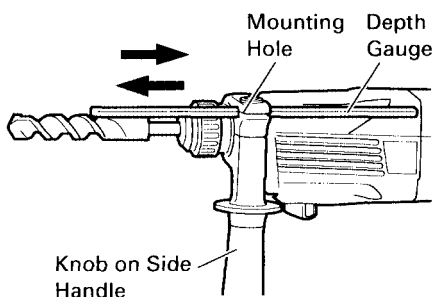

Fig. 14
7. Using depth gauge (Fig. 14)